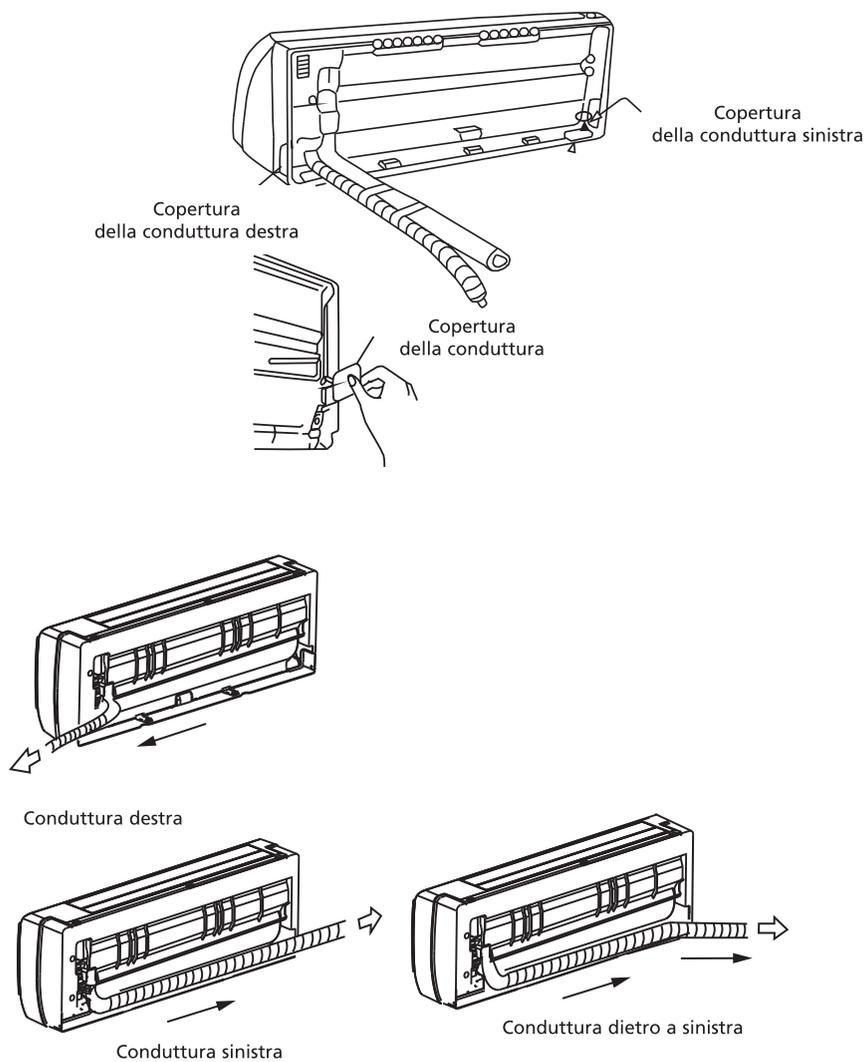

Figura 6
- Le condutture possono essere allacciate con un'estremità sul lato sinistro o destro dell'unità interna. A tale scopo, rimuovere il disco di rottura sinistro o destro. Vedi la figura 6.
- Le condutture si possono allacciare con un'estremità sul lato posteriore destro o sinistro. Vedi la figura 6.